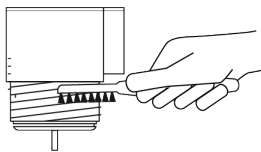

Bild 7: Gewinde reinigen
- Reinigen Sie jetzt mit der Bürste das Gewinde und die Dichtringauflage (**Bild 7**).